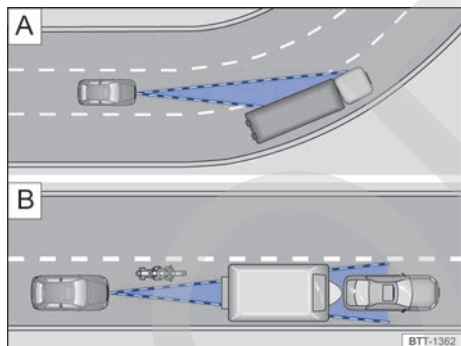

Fig. 127 [A] Tramo en curva. [B] Vehículos fuera del radio de acción del sensor de radar.
El sensor de radar mide siempre en línea recta. Por ello, en las curvas pronunciadas puede que detecte vehículos erróneamente o que no detecte vehículos que circulen por delante → fig. 127 [A].
- En caso de vehículos que circulen fuera de la zona del sensor a poca distancia de su vehículo, p. ej., motocicletas → fig. 127 [B].